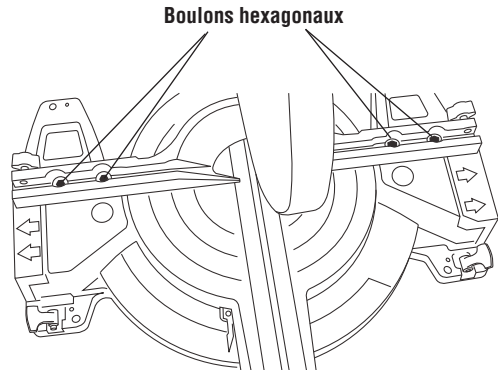

Figure 10. Réglage du guide
- c. Utilisez de l'outil universel (fournie avec modèle 5412 seulement) ou utilisez un 7/16 po douille et desserrez quatre (4) boulons hexagonaux situés derrière le guide. (Figure 10).